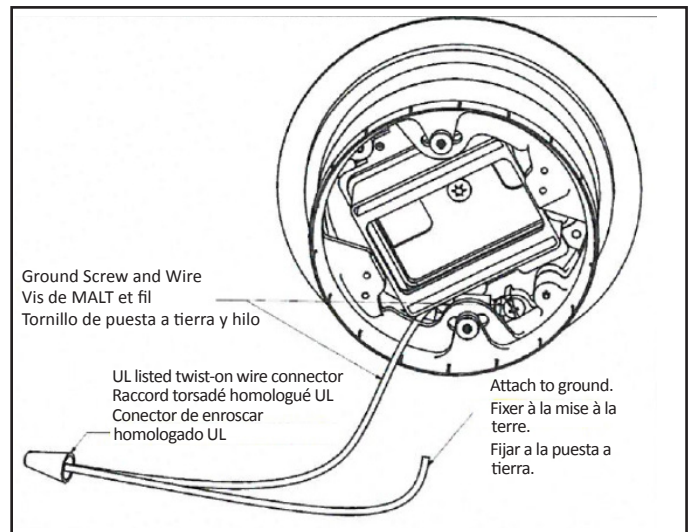

FIGURE 4
- User to provide and install a UL listed twist-on wire connector for grounding. (Fig. 4)
- L'utilisateur doit fournir et installer un raccord torsadé homologué UL pour la mise à la terre. (Fig. 4)
16. El usuario debe suministrar y instalar un conector de enroscar homologado UL para la puesta a tierra. (Fig. 4)